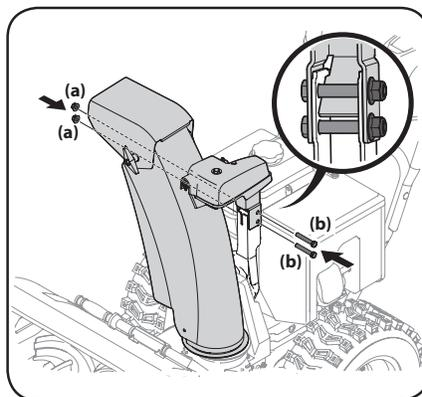

Figura 2-31
3. Sujete el cabezal de control del canal a la ménsula de soporte del canal con las tuercas de seguridad (a) y los tornillos hexagonales (b) que extrajo en el Paso 1. Consulte Figura 2-31.